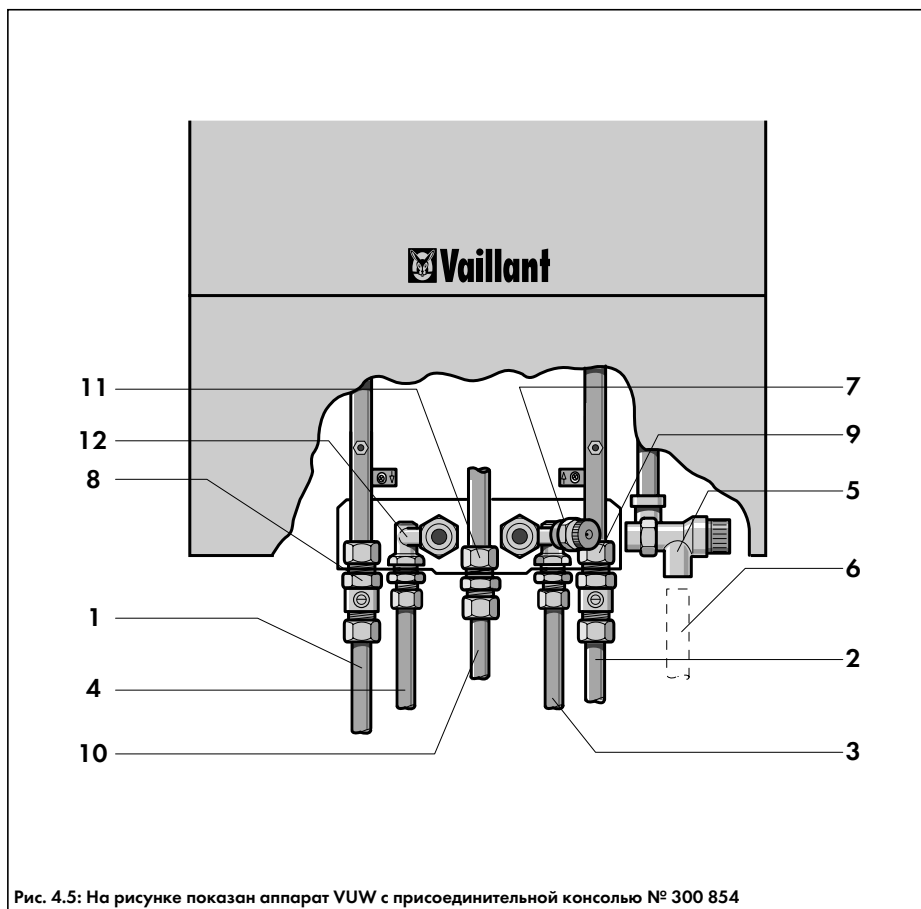

Рис. 4.5: На рисунке показан аппарат VUW с присоединительной консолью № 300 854
4.4.1 Подсоединения трубопроводов к консоли (рис. 4.5)